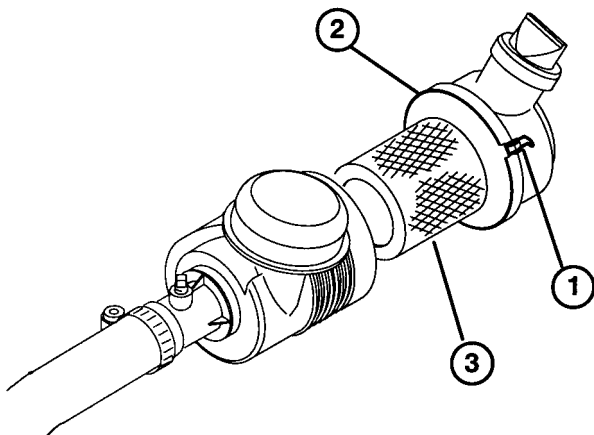

図34
1. ラッチを外し、カバーとボディーを分離して（図34）カバーの内部をきれいに清掃する。